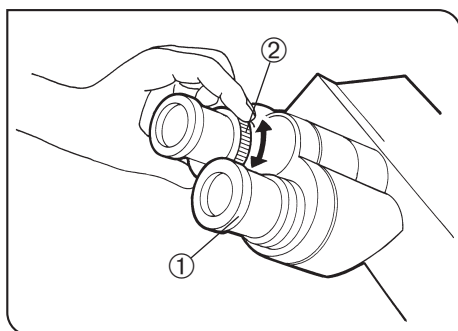

Рис. 32
## 6 Пользование окулярами с встроенным микрометром (Рис. 32)
1. Глядя в правый окуляр правым глазом, вращением верхней части окуляра ① добейтесь, чтобы микрометр в поле зрения был виден наиболее отчетливо (рис. 32).
3. Глядя в левый окуляр левым глазом, вращением кольца диоптрической коррекции ② наведите фокус на образец.